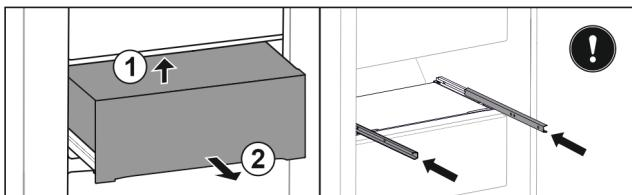

Fig. 140
- ▶ 从后下方抬起抽屉。Fig. 140 (1)
- ▶ 朝前取出抽屉。Fig. 140 (2)